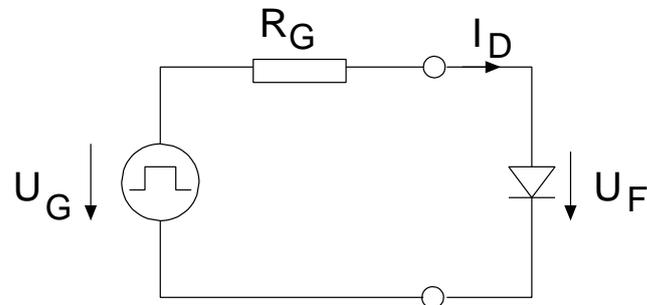

Abb. 2.1: Beschaltung der Diode
2.2 Die Diode sei nun wie in Abbildung 2.1 beschaltet. An der Diode fällt eine Flussspannung $U_F = 0,65 \text{ V}$ ab. Es gilt $U_G = 5 \text{ V}$ und $R_G = 2,9 \text{ k}\Omega$.